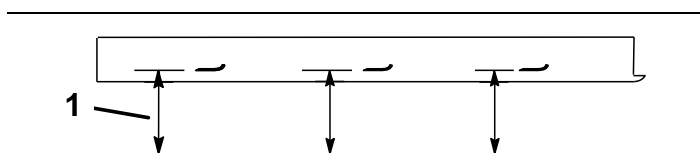

Figure 64
2. Mesurez la distance entre la surface plane et le tranchant (position A) des lames (Figure 64). Notez cette valeur.